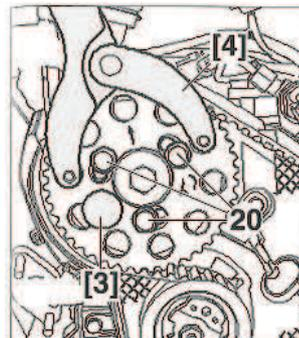

FIG. 3
- Útil de bloqueo de la rueda dentada del árbol de levas (3) [FIG. 3].
- Herramienta de bloqueo de la rueda dentada del árbol de levas (4) [FIG. 3].